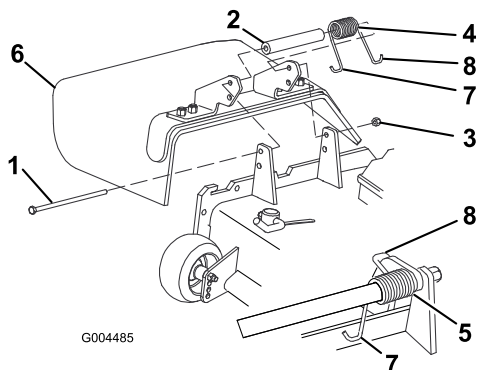

Figura 78
de pivote (Figura 78). Retire el deflector de hierba dañado o desgastado.
- Coloque el espaciador y el muelle entre los soportes del deflector de hierba nuevo (Figura 78). Coloque el gancho en J del extremo izquierdo del muelle detrás del reborde de la plataforma.
Nota: Asegúrese de colocar el gancho en J del extremo izquierdo del muelle detrás del reborde de la plataforma antes de instalar el perno, según muestra Figura 78.
- Instale el perno y la tuerca. Coloque el extremo derecho en J del muelle alrededor del deflector de hierba (Figura 78).